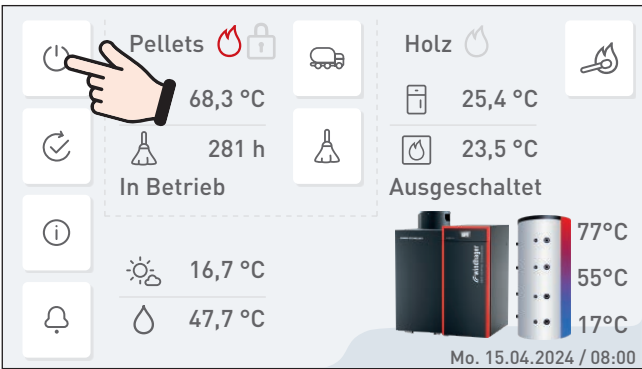

Fig.101 Kessel ausschalten
- Kessel mittels **EIN/AUS-Taster** am InfoWIN Touch ausschalten (Fig.101 – siehe auch Punkt 14.5 auf Seite 27) und warten, bis die Anzeige erloschen ist (ca. 20 min).